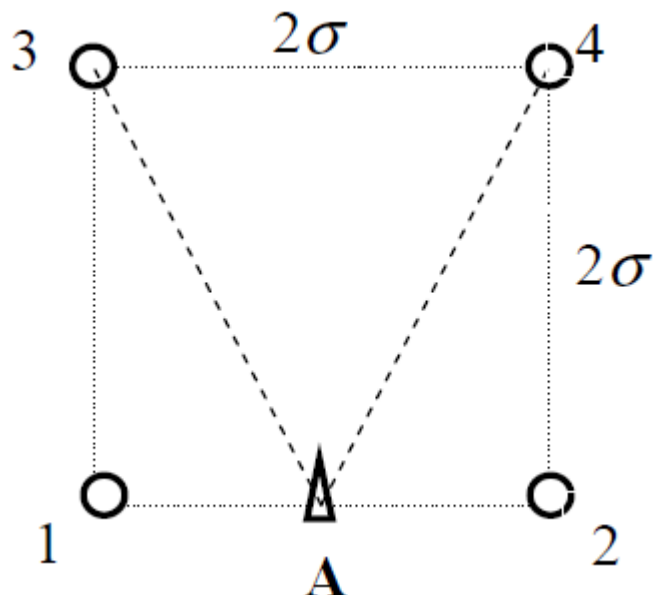

Рисунок 1 – Схема участка пласта
3. В неограниченном продуктивном пласте, насыщенном за контуром нефтеносности водой, обладающей вязкостью примерно равной вязкости нефти пущены в эксплуатацию в разное время 4 добывающие скважины (рисунок 1). Определить как изменится давление в точке А (находящейся на линии расположения скважин 1, 2 на одинаковом расстоянии от них) по сравнению с начальным пластовым давлением спустя время t_1 после пуска первой скважины.